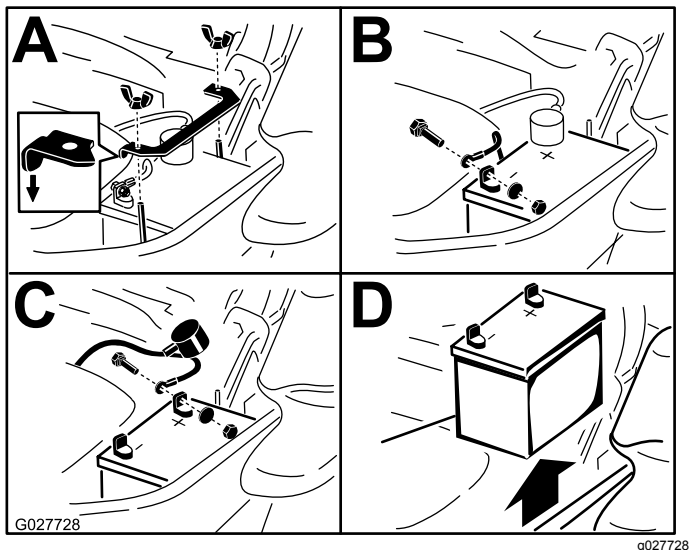

Figura 56
3. Retire la batería, según se muestra en Figura 56.